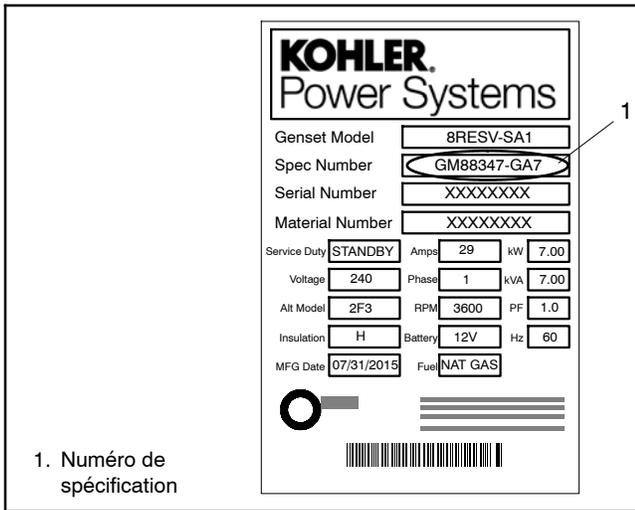

Figure 1-2 Plaque signalétique
Remarque : Le dégagement minimal réduit par rapport à une structure contenue dans ADV-8774 s'applique uniquement aux groupes électrogènes qui sont conformes à l'alinéa (2) de l'article 4.1.4 de NFPA 37. Pour vérifier si le groupe électrogène est conforme, voir le **numéro de spécification** figurant sur la plaque signalétique du groupe. Voir Figure 1-2. Si l'un des numéros de spécification suivants figure sur la plaque signalétique, alors le groupe électrogène est conforme à la clause (2) l'article 4.1.4 de NFPA 37 et le dégagement réduit dans ADV-8774 (Figure 3-5) s'applique.